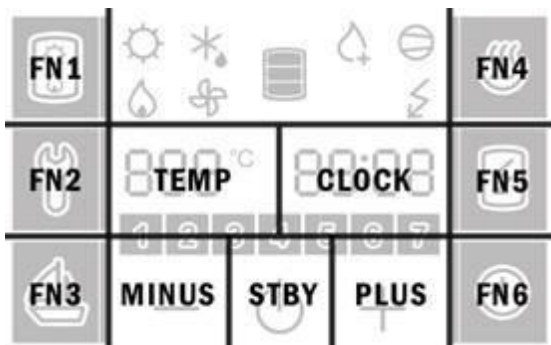

Bild 5: Felder auf dem Bildschirm
- Wenn Sie auf die rechte Nummer drücken (das Feld **CLOCK** auf dem Bild 5), kommen Sie zum nächsten Parameter.